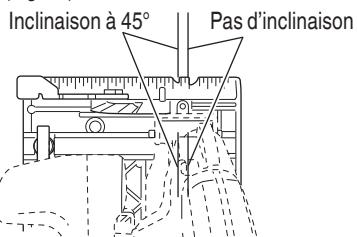
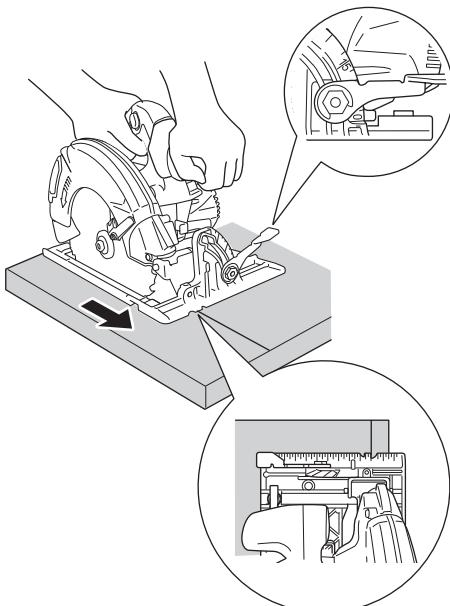
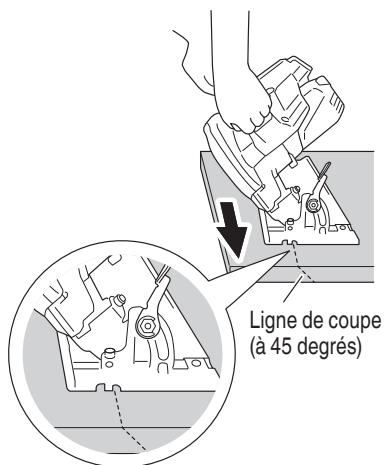

Fig. 28
Fig. 29
Fig. 30
- (1) Placer le socle sur le matériau, puis aligner le trait prémarqué et la lame de scie sur l'entaille à l'avant du socle (Fig. 28).
- (2) Lorsque le socle n'est pas incliné, utiliser le côté droit de l'encoche (Fig. 28, Fig. 29). Si le socle est incliné (45 degrés), utiliser le côté gauche de l'encoche (Fig. 28, Fig. 30).
4. Incliner la scie vers l'avant et aligner l'encoche (Fig. 28) sur la ligne de guidage pré-marquée.